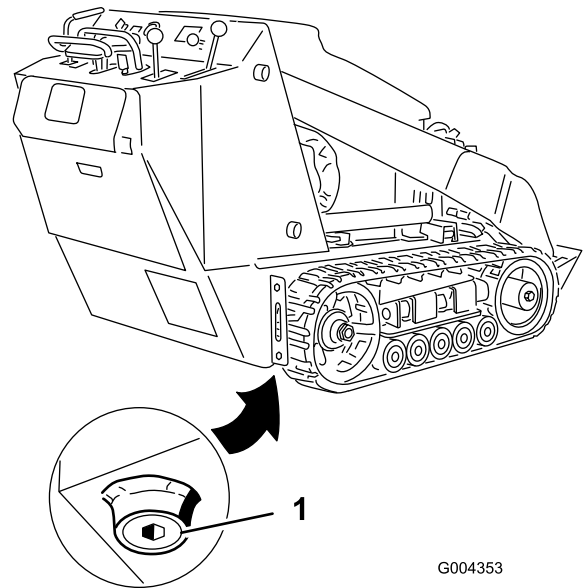

Bild 35
4. Nehmen Sie die Ablassschraube ab (Bild 35).